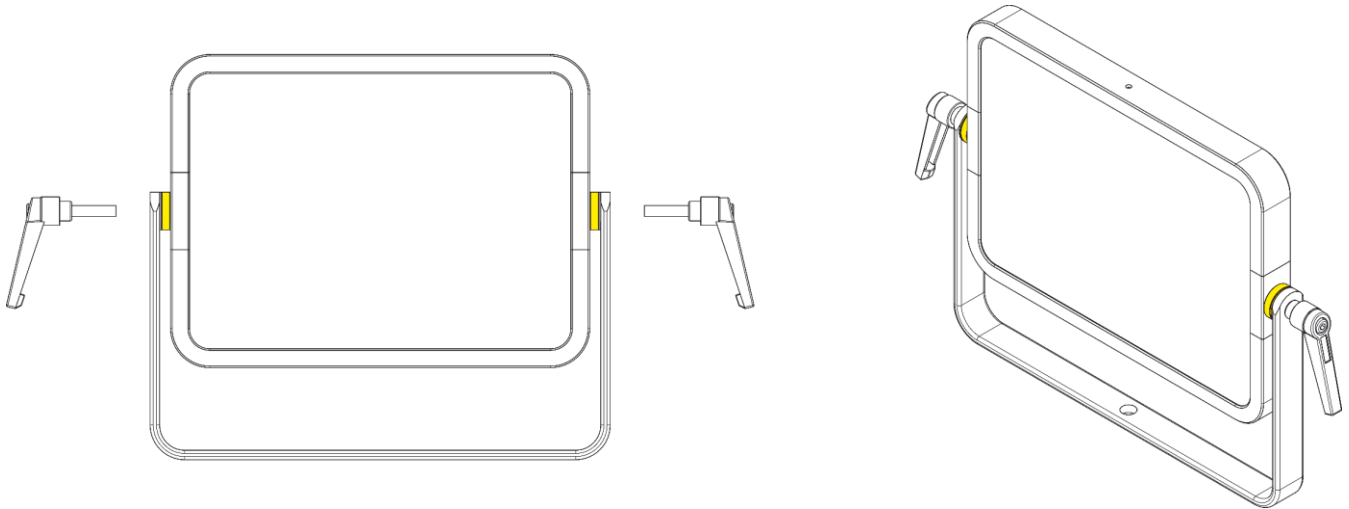

Abb. 11
- 02) Bringen Sie alle Elemente wie in Abb. 11 an.